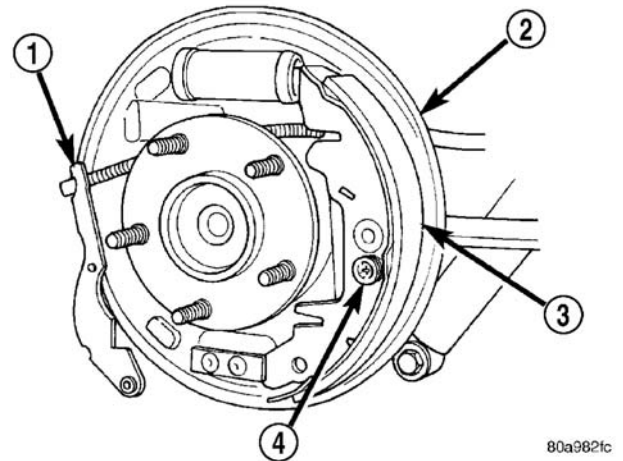

图 36 制动器领蹄压紧弹簧与销
（12）从制动蹄上，拆下制动器领蹄总成到制动底板的压紧弹簧与销（图 36）。从制动底板上，拆下制动器领蹄。
- （2）将制动器领蹄安装到制动底板上。将制动器领蹄压紧弹簧与销（图 36）安装到制动蹄上。